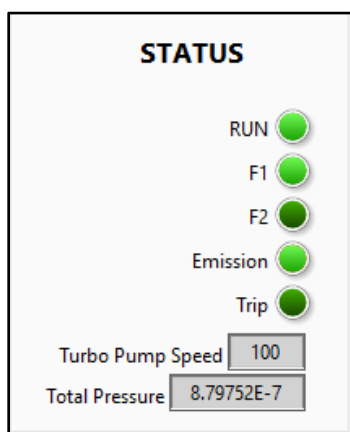

Fig. 7 Ventana de estado.
- **Connect.** Permite conectar la aplicación QGA Professional al sistema de análisis de gases y encender los filamentos. Después de un pequeño *delay*, se muestra un recuadro en el que se visualiza el estado del sistema, la emisión y el filamento (se mostraran *LEDs* en verde (Fig.7)).